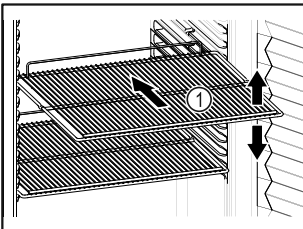

Fig. 57
- Sovita siirrettävät ritilätasot Fig. 57 (1) korkeuden mukaan.